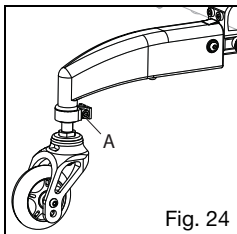

Fig. 24
1. Løsne den 6 mm bolten i klemringen (fig. 24:A).
3. Stram den 6 mm bolten i klemringen igjen (fig. 24:A).